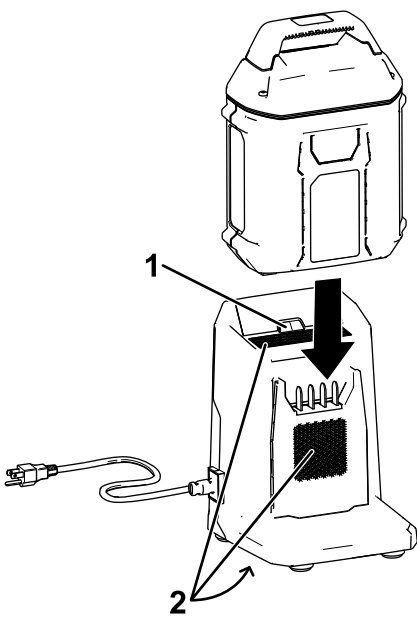

Figure 3
- 4. Glissez la batterie dans le chargeur jusqu'à ce qu'elle soit complètement enclenchée (Figure 3).